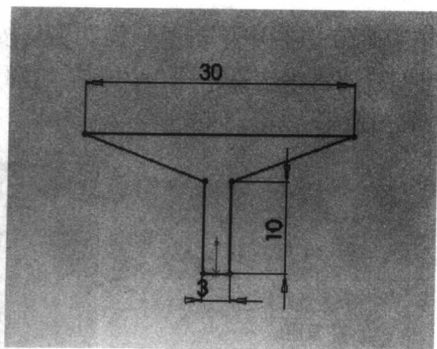

图 1-30 绘制的草图
(1) 打开中文版 SolidWorks 2007, 建立一个新零件文件。
(2) 在“设计树”管理器中选择“前视基准面”, 使用“直线”工具($\backslash$)绘制草图, 生成草图1, 如图1-30所示。然后单击草图绘制按钮($\square$), 退出草图。